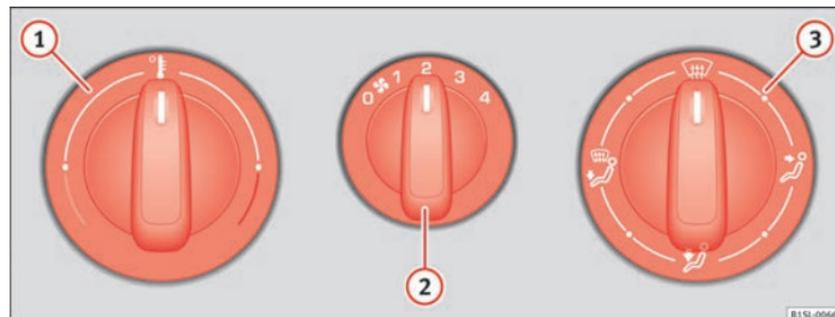
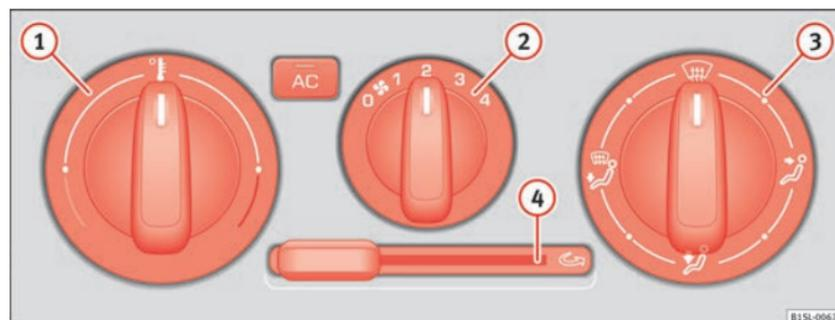

Fig. 104 En la consola central: Regulador giratorio del sistema de calefacción y aire fresco.
Fig. 105 En la consola central: Mandos del aire acondicionado. ▶
Tecla, regulador	Información complementaria. Sistema de calefacción y aire fresco ⇒ fig. 104 y aire acondicionado ⇒ fig. 105 .
- Ajuste el ventilador ⇒ **fig. 104**  al nivel 1 ó 2.
- Sitúe el regulador de la temperatura ⇒ **fig. 104**  en la posición central.
- Gire el regulador de la distribución del aire ⇒ **fig. 104**  a la posición de descongelación.
Conectar: Desplace el regulador deslizante ⇒ fig. 105 4 hasta el tope hacia la derecha.
Desconectar: Desplace el regulador deslizante ⇒ fig. 105 4 hasta el tope hacia la izquierda.